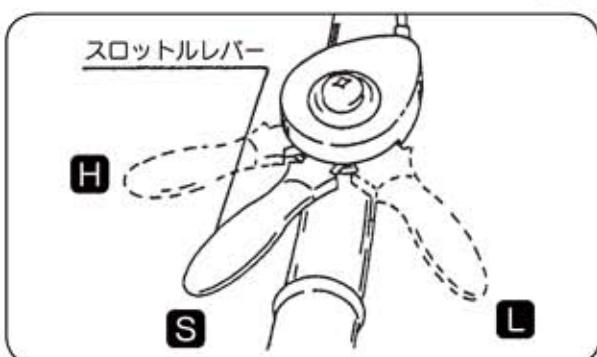

図6
- ③スロットルレバーを【S（中速）】位置にします。（図6）